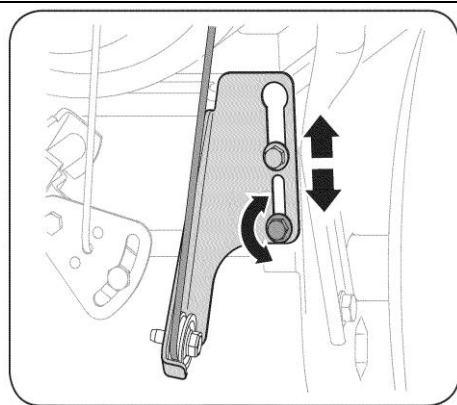

Рис. 20
- b. Ослабьте нижний шестигранный болт на кронштейне приводного троса См. Рис. 20.